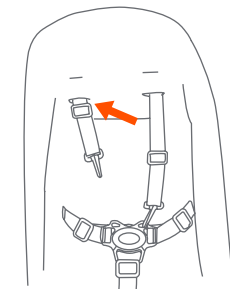

Fig. 16a
- 16) • Las correas del hombro del arnés de 5 puntos tienen 3 posiciones de sujeción. Escoja la posición que sitúe a la correa del hombro al mismo nivel o a un nivel inferior a la parte superior del hombro del niño (Fig. 16a). Para ajustar la altura de arnés desenganche el cinturón del broche entrepiernas. Pase el cinturón através de la ranura del arnés. Estas ranuras están localizadas en la parte posterior del asiento por debajo de la tela. Pase el cinturón através de la ranura apropiada y enganche el cinturón al broche de entrepiernas.